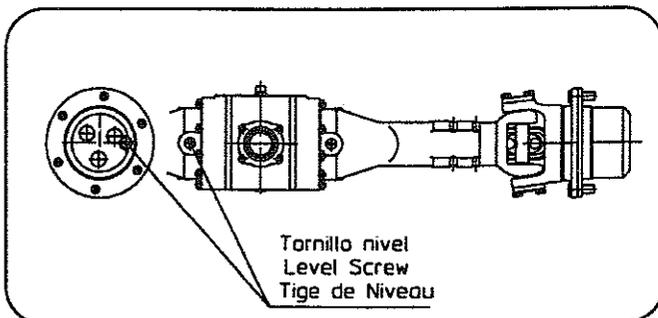

Fig. 10b
- Puente diferencial trasero: Fig. 10b. Operar igual que lo indicado para los niveles TH-30.25 y TH-30.30.